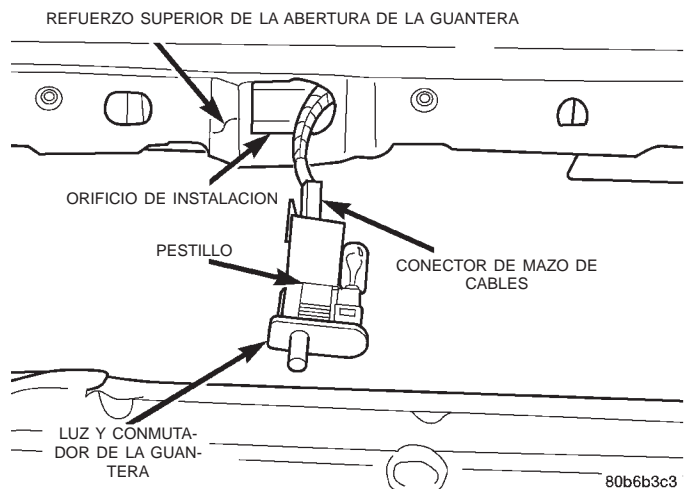

Fig. 26 Desmontaje e instalación de la luz y el conmutador de la guantera
(1) Desconecte y aisle el cable negativo de la batería.
(2) Abra la puerta de la guantera del tablero de instrumentos. Para informarse sobre los procedimientos, consulte **Guantera - Abertura** en la sección Desmontaje e instalación de este grupo.
(3) Retire el marco central inferior derecho del tablero de instrumentos. Para informarse sobre los procedimientos, consulte **Marco central inferior del tablero de instrumentos** en la sección Desmontaje e instalación de este grupo.
(4) Acceda a través de la abertura de la guantera y detrás del refuerzo superior de la abertura de la guantera en el tablero de instrumentos y oprima los seguros de retén en la parte superior y la parte inferior del alojamiento de la luz y el conmutador de la guantera.
(5) Mientras mantiene presionados los seguros de retén, separe la luz y el conmutador de la guantera y sáquelos por el orificio de instalación en el refuerzo superior de la abertura de la guantera del tablero de instrumentos (Fig. 26).